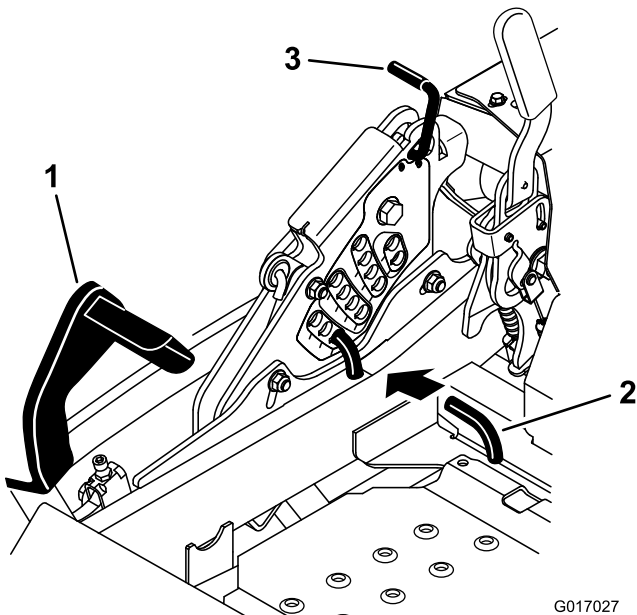

Bild 26
2. Treten Sie mit dem Fuß auf das Mähwerkhubpedal und heben Sie das Mähwerk in die Transportstellung an (auch die Schnitthöhe von 140 mm) (Bild 26).
3. Drehen Sie zum Einstellen den Stift um 90 Grad und nehmen ihn aus der Schnitthöhen-Halterung heraus (Bild 26).
4. Wählen Sie ein Loch in der Schnitthöhenhalterung, das der gewünschten Schnitthöhe entspricht, und stecken Sie den Lastösenbolzen wieder ein (Bild 26).